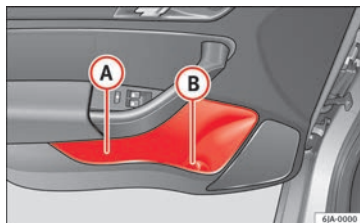

Bild 159 Förvaringsutrymme i dörrklädseln
Det finns en flaskhållare i del (B) » bild 159 i förvaringsutrymmet i framdörren.
Använd bara del (A) » bild 159 i utrymmet i framdörren för att förvara föremål. Föremålen får inte skjuta ut så att de blockerar sidrockkuddarnas utlösningssområde.